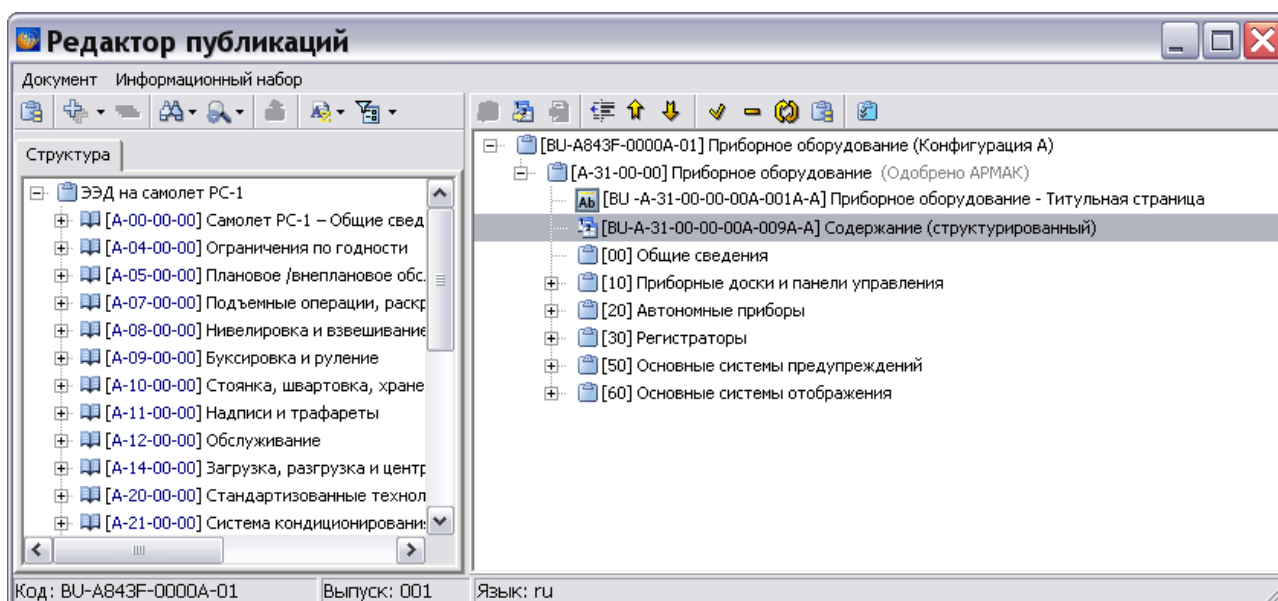

Рис. 18.45
15. В **Редакторе публикаций** переместите отчет инструментом **Переместить вверх** ↑ так, чтобы он находился после титульной страницы (Рис. 18.45).